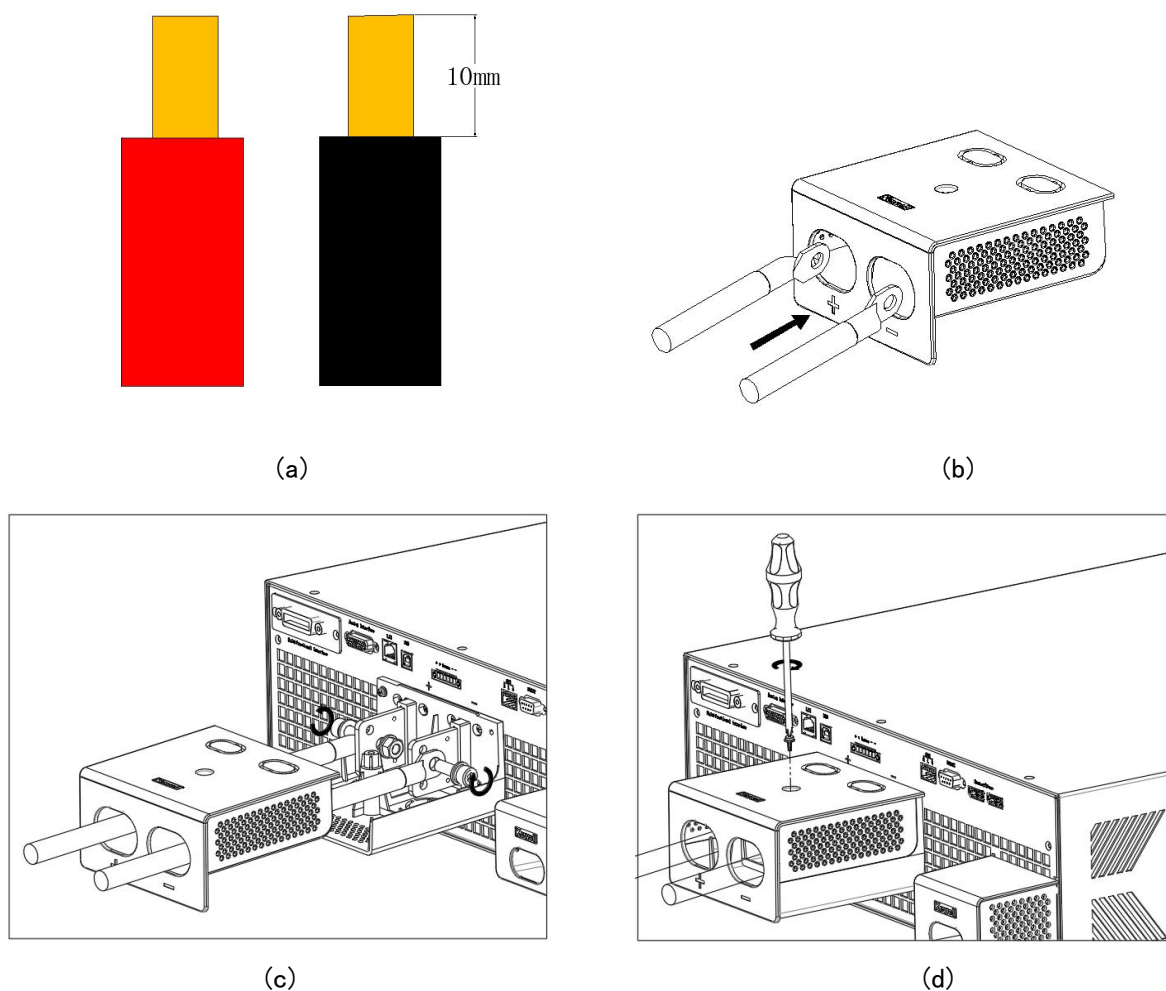

图 2-4 直流输出接线示意图
- (1) 电源输出端子位于后背板的中间部分，负载连接至“+”和“-”的端子上；
- (2) 电源线必须至少满足额定 85°C 的温度要求；
- (3) 电源线缆的选型应满足载流量的要求；
- (4) 连接方式见下图 2-4：